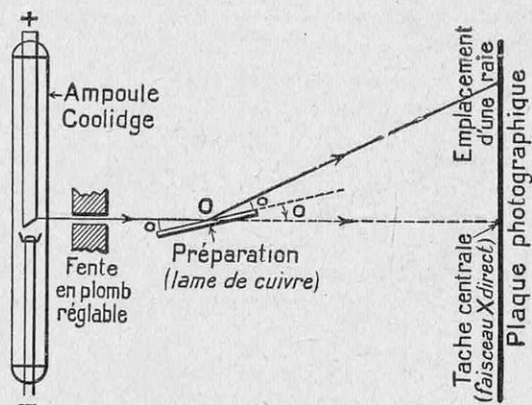

FIG. 3. — SCHÉMA DE LA MÉTHODE DU CRISTAL TOURNANT, DE M. DE BROGLIE, POUR LA SPECTROGRAPHIE PAR RAYONS X
2) *La méthode du cristal tournant* (fig. 3), due à M. de Broglie, qui consiste à faire pivoter le cristal autour d'un axe vertical, devant une fente délimitant un pinceau de rayons X. De la sorte, les plans réticulaires passent successivement par l'incidence pour laquelle il peut y avoir réflexion, et le cliché obtenu se traduit par un ensemble de raies fournissant les mêmes résultats que plus haut;